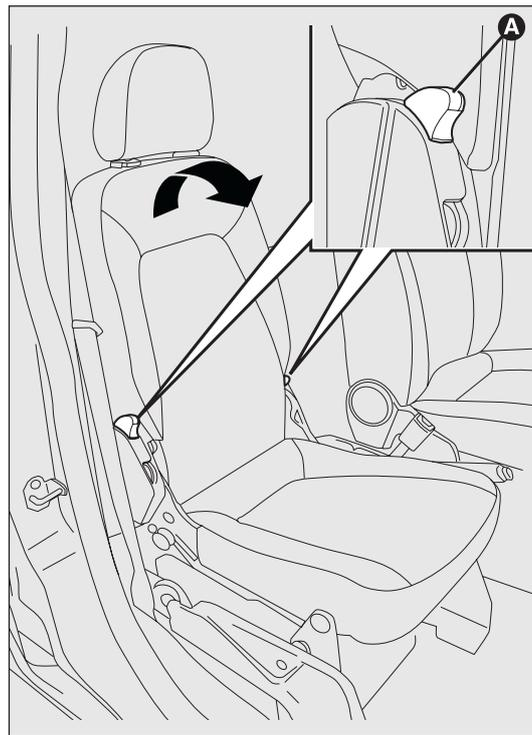

fig. 22
- agire sulle leve A-fig. 22 e ribaltare in avanti lo schienale agendo nel senso indicato dalla freccia;